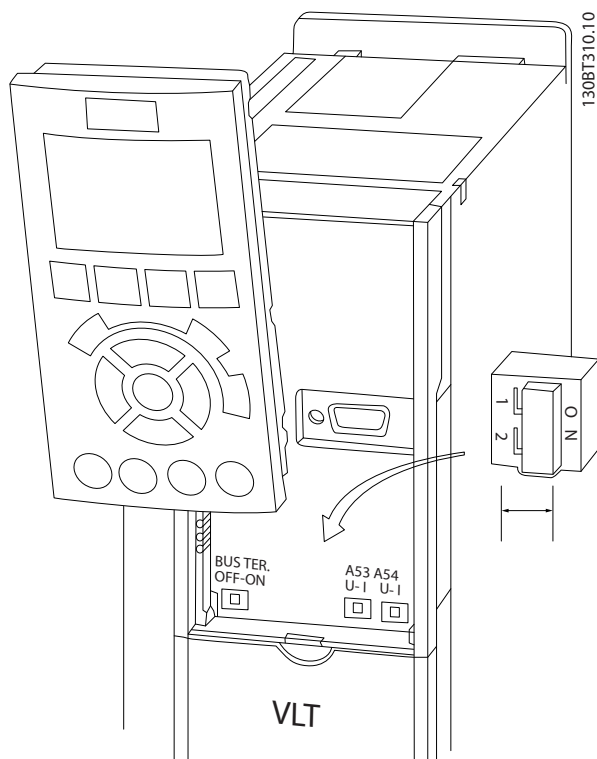

Рисунок 2.31 Расположение переключателей клемм 53 и 54 и переключатель оконечной нагрузки шины
- Доступ к переключателям можно получить, сняв LCP (см. *Рисунок 2.31*).